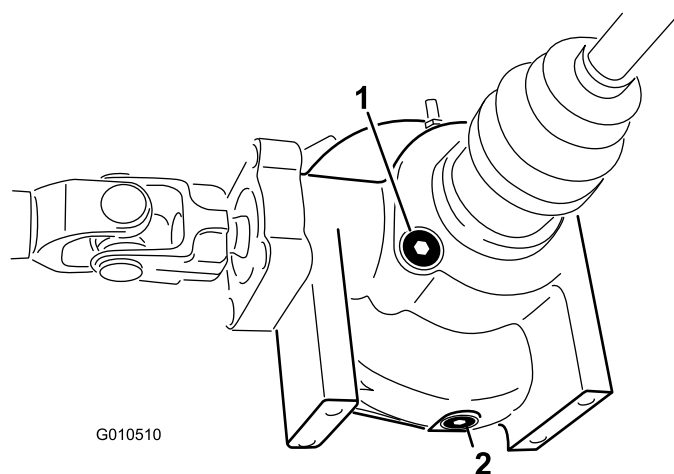

Figure 20
2. Nettoyez la surface autour du bouchon de remplissage/contrôle sur le côté du différentiel (Figure 20).